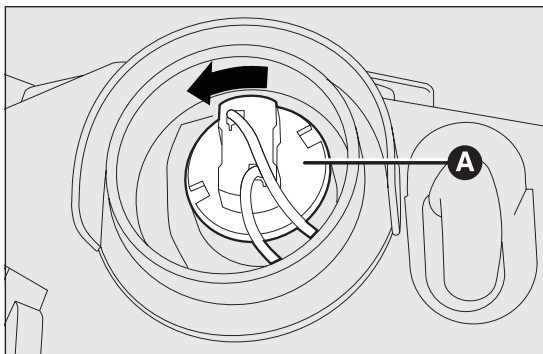

fig. 111
- ruotare in senso antiorario il portalampe A fig. 111 e sfilarlo;